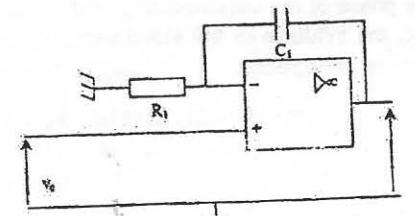

Figure 4
2.1.1. Pour le correcteur, on adopte la structure de la figure 4. Calculer